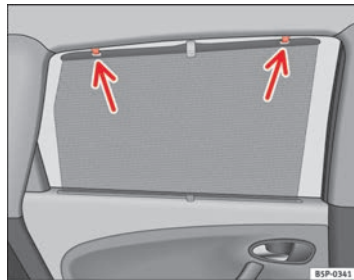

Fig. 84 Persiana puerta trasera
- Desenrolle la persiana y engánchela en los ganchos situados en el marco superior de la puerta ⇒ página 128, fig. 84. ■